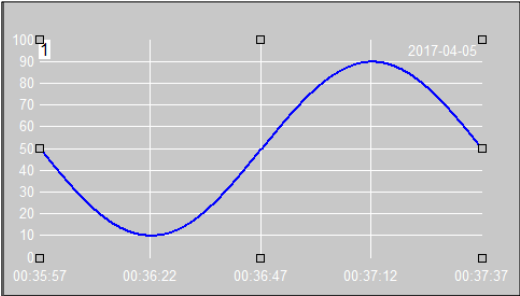

图 3-7 不显示边框
- 2、 显示边框：可设置边框宽度、边框颜色，可选“是”或“否”，默认“是”，选择“否”时，四边无边框，效果如图 3-7 所示。